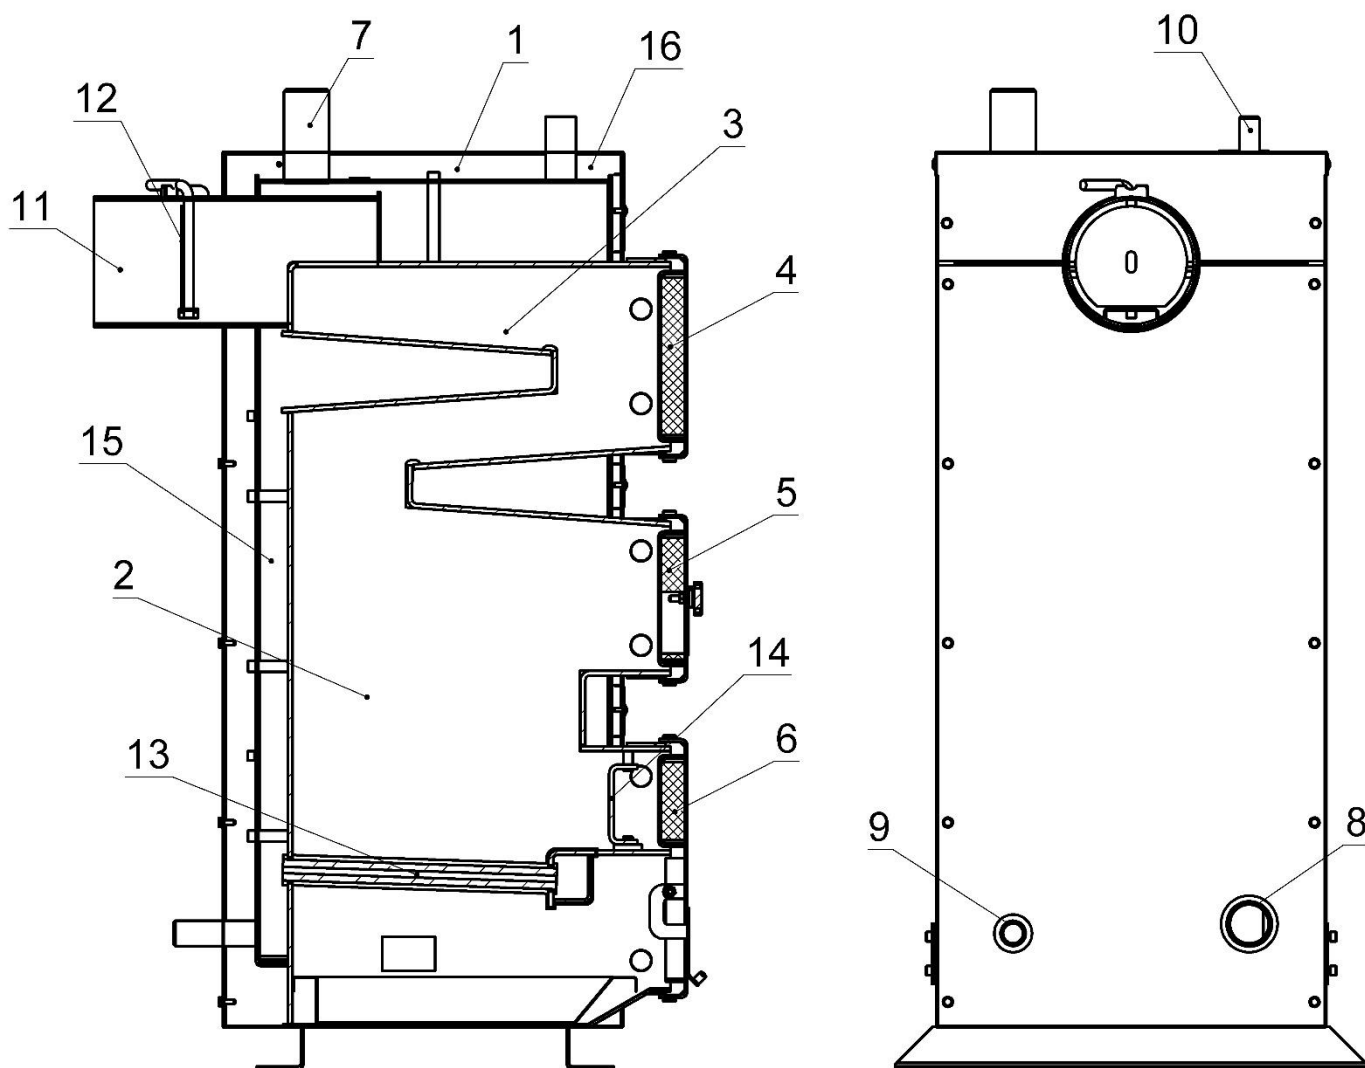

Рисунок 5.1 – Зовнішній вигляд та основні елементи котла типу КТЕ
Конструктивно котел являє собою збірно-зварену конструкцію, що складається з корпусу (поз. 1, рис. 5.1) з камерою згоряння (топкою) (поз. 2, рис. 5.1). Над топкою розташована конвекційна частина котла (поз. 3, рис. 5.1), що являє собою високоефективний двоходовий теплообмінник.
Корпус котла виконаний в формі паралелепіпеду з подвійними стінками, які розділені водними перегородками (поз. 15, рис. 5.1). На зовнішній поверхні корпусу під декоративною обшивкою закріплена теплова ізоляція. (поз. 16, рис. 5.1). Паливо для процесу спалення завантажується на колосникові ґрати (поз. 13, рис. 5.1) крізь завантажувальні дверцята (поз. 5, рис. 5.1). Колосникові ґрати виконані з товстостінних безшовних труб по яких постійно циркулює вода з водяної оболонки котла, що унеможлиблює їх прогорання. Згоряння палива в топці відбувається за участю повітря, яке постачається в топку наступним чином:
Підведення і відведення теплоносія здійснюється відповідно через патрубки зворотної мережної води (поз. 8, рис. 5.1) і прямої мережної води (поз. 7, рис. 5.1).
Топочні гази виходять у димохід крізь боров (поз. 11, рис. 5.1), розташований у задній частині котла. Боров обладнано вбудованим дросельним клапаном продуктів згоряння – шибером (поз. 12, рис. 5.1). У випадку надто високої тяги у димоході шибер дає можливість її знизити шляхом часткового перекривання вихідного отвору борова.
У верхній частині корпусу котла розташований штуцер для встановлення групи безпеки котла (поз. 10, рис. 5.1).
На бічній стінці корпусу у нижній її частині розміщено штуцер для зливу води з котла (поз. 9, рис. 5.1).
- дверцята для періодичного обслуговування (чищення) конвекційної частини котла (поз. 4, рис. 5.1);
- ревізійний дверцята (поз. 6, рис. 5.1) для періодичного чищення колосникових ґрат.
Регулятор тяги необхідно приєднати до патрубку з внутрішньою різьбою, який знаходиться у верхній частині корпусу (рис. 5.1). Різьбове з'єднання при цьому потрібно ущільнити. Регулятор повернути таким чином, щоб наконечник для закріплення шестигранного важеля (з комплекту регулятора) був направлений вправо.